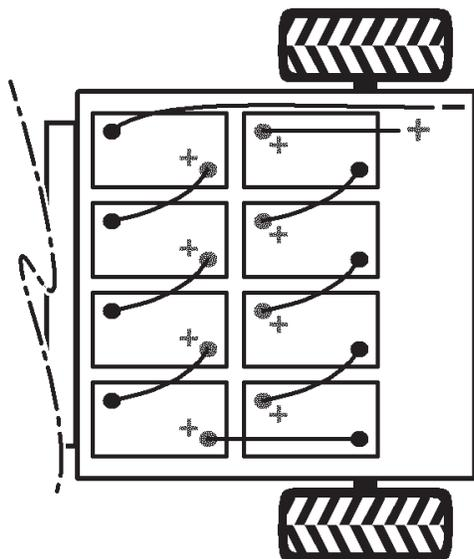

Figura 10
4. Instale as baterias como se mostra na Figura 10.
6. Ligue as baterias aos respectivos cabos, incluídos no conjunto das peças soltas, como se mostra na Figura 10. Os cabos não podem tocar nas arestas cortantes.